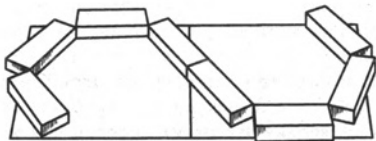

Рис. 83. Кладка 1-го ряда
2. Выложите из кирпича первый ряд в виде буквы «S» (рис. 83), причем на закруглениях кирпичи должны быть выдвинуты на кромку плит.